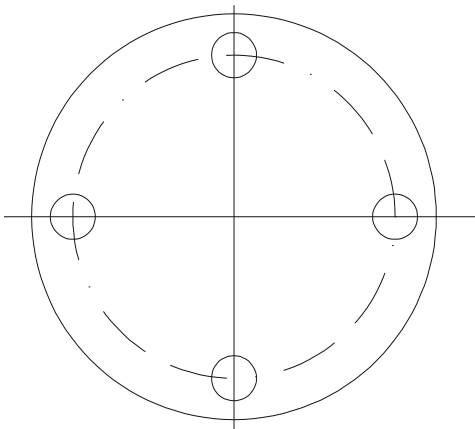

图 3-2-2
STEP 02 先用 CIRCLE 命令绘制半径为 3 小圆 然后用 COPY 命令复制生成其余几个小圆 , 如图 3-2-2 所示 , 其具体操作步骤如下 :